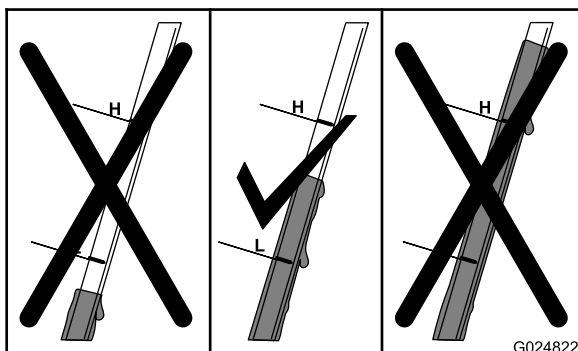

Bild 25
- Lesen Sie den Ölstand am Peilstab ab (Bild 25).